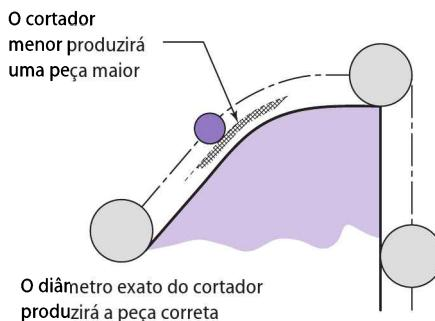

Figura 4-5 Um programa não compensado de linha de centro do cortador produzirá a peça correta apenas se o tamanho do cortador for exato.
Um tamanho específico de cortador é incorporado ao programa pelo sistema de CAM ou calculando e escrevendo manualmente os códigos de programação. O programa de **linha de centro do cortador** gera a linha tracejada mostrada na Figura 4-5. Esse contorno é calculado no momento em que é escrito.
– Mudanças pontuais Escrever um programa compensado manualmente, tal como na Figura 4-5, é um bom exercício para iniciantes. Para isso, cada ponto coordenado no contorno da peça deve ser deslocado para fora, para o centro do raio da ferramenta de corte (Fig. 4-6). Para escrever a trajetória de corte com uma fresa de topo de 1,00 pol., o ponto A, no contorno da peça, teve de ser deslo-